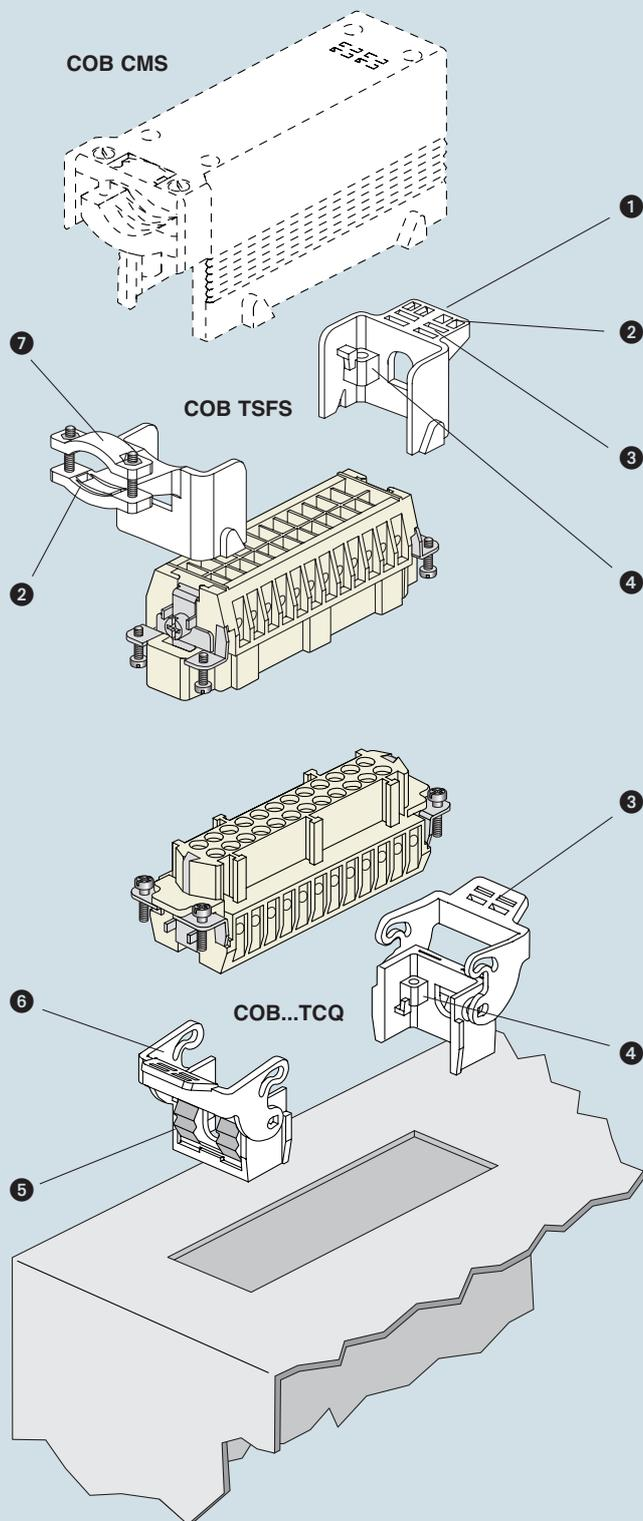

Abbildung 1:
- In Ausschnitten von Schottwänden oder auf Montageplatten für Rastbefestigung in Ausschnitten (**Abb. 1**)